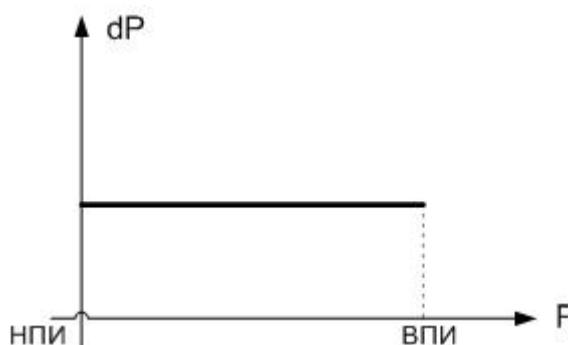
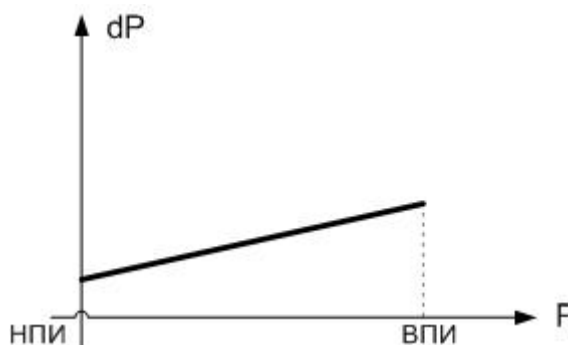
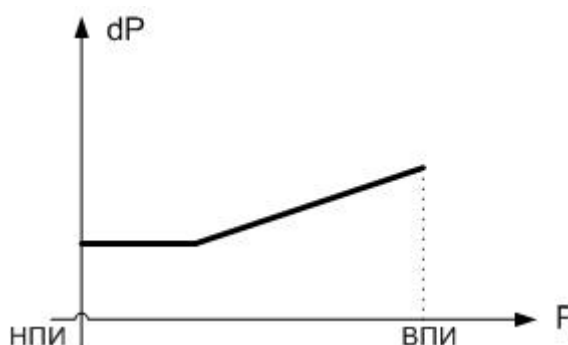

Рисунок 3.3.3 – Тип класса точности «%Д», «Абс.»
Рисунок 3.3.4 – Тип класса точности «%IB + Const»
Рисунок 3.3.5 – Тип класса точности «%Д / %IB»
- Способ нормировки погрешности измерений. Указание способа нормировки погрешности измерений эталона: % от рабочего диапазона (%Д) (рисунок 3.3.3), % от измеренной величины плюс постоянная составляющая в %, приведенная к рабочему диапазону (%ИВ + Const) (рисунок 3.3.4), % от измеренной величины с нормировкой диапазона вблизи «нуля», к которому приводится класс точности (%Д / % ИВ) (рисунок 3.3.5), абсолютная погрешность (Абс.) (рисунок 3.3.3).